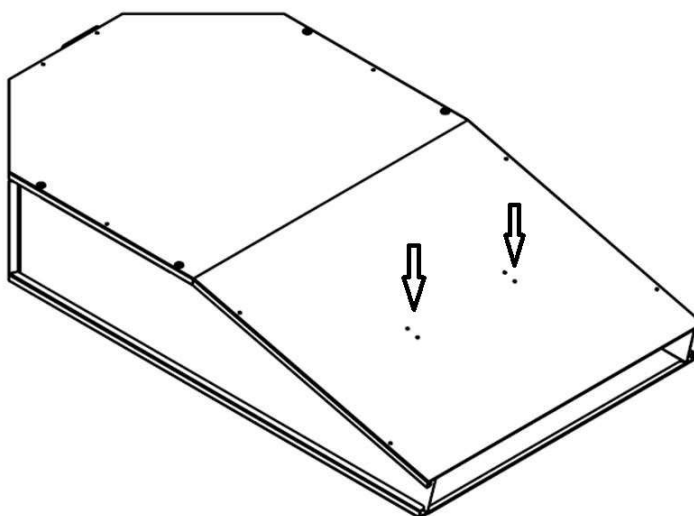

Abb. 11: Befestigung Ventilator
2. ➤ Mit Hilfe von geeigneten Dübeln und Schwerlastankern den Ventilator bzw. Grundrahmen an allen Befestigungslöchern fachgerecht mit dem Untergrund verbinden (siehe Abb. 11).